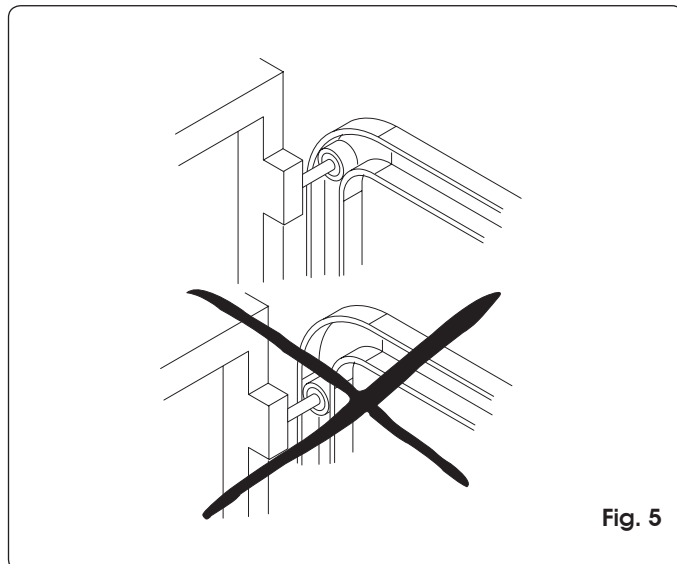

Fig. 5
- Verificare che il rullo di guida superiore della porta sezionale si trovi nella parte orizzontale della guida a porta chiusa (fig. 5).